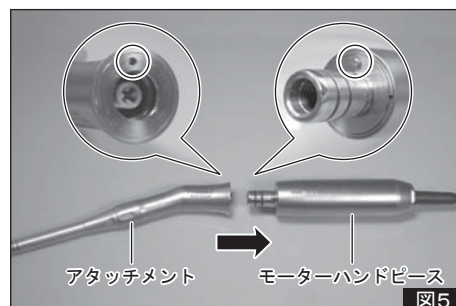

図5
- 3) 位置決めピンと位置決めホールが合うところまでアタッチメントを回して「カチッ」と音がするまでまっすぐ押し込みしっかり固定します（図5参照）。